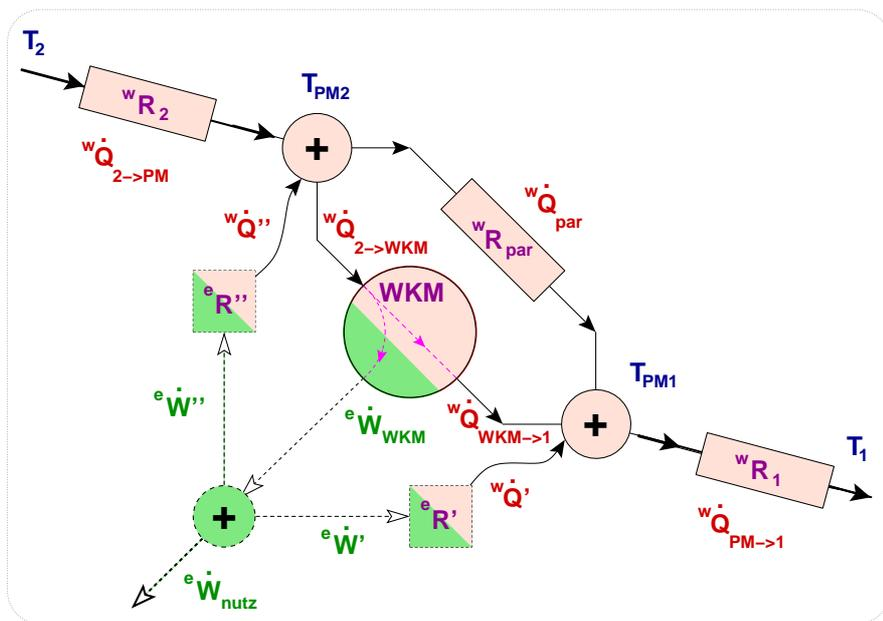

Abbildung 8:
**Wie groß ist** demnach die bei  $t=10 \text{ min}$  im Inneren des Moduls „verbratene“ elektrische Leistung? Weshalb nennt man die in  ${}^eR_{\text{Last}}$  umgesetzte Leistung *Nutzleistung* ( ${}^eW_{\text{nutz}}$  in Bild 8), die in  ${}^eR_{\text{innen}}$  umgesetzte hingegen *Verlustleistung*? Wie groß ist die per Seebeck-Effekt produzierte elektrische Leistung, und welche Bezeichnung trägt sie in Bild 8?
**G 8 Tragen Sie Energiestrom-Werte** an den passenden Stellen in das Bild 8 mit spitzem Bleistift ein. Es geht um Befunde zum Zeitpunkt  $t=10 \text{ min}$  aus den Aufgaben **G 2** ( ${}^eW_{\text{Last}}$ ) bis19 **G 11**. Die gemeinsame Maßeinheit  $[\text{W}\dot{Q}] = [{}^eW] = W$  nennen Sie in einer Legende (oben rechts).
**G 9 Identifizieren Sie in Ihren vorhandenen Daten die Thermospannung**  $U_{\text{TherMo}}$  des Peltier-Moduls bei  $t=20 \text{ min}$ . Berechnen Sie daraus zuerst die (Summen-) Thermokraft  $\alpha_{\text{TherMo}}$  des Moduls, anschließend die Thermokraft  $\alpha_{\text{ThPaar}}$  eines Thermopaars. Zu diesem Zweck orientieren Sie sich an Glchg. (14) und behaupten, so gut gerührt zu haben, dass die Temperaturen  $T_{\text{PM2}}$  und  $T_{\text{PM1}}$  am Modul mit den Wassertemperaturen  $T_2$  bzw.  $T_1$  übereinstimmen.
**Vergleichen Sie**  $\alpha_{\text{ThPaar}}$  mit dem *Modellwert* der Glchg. (8).
**G 10** Da ohnehin (14) ausgenutzt wurde, geht die Auswertung für  $t=10 \text{ min}$  weiter:
Aus  $\alpha_{\text{TherMo}}$  bestimmen Sie die Peltier-Koeffizienten  $\Pi_{\text{TherMo}}(T_2(10 \text{ min}))$  für die warme Seite des Moduls. Nun können Sie den vom elektrischen Stromfluss fortgetragenen **Peltier-Wärmestrom**  ${}^w\dot{Q}_{\text{Peltier}}(T_2(10 \text{ min}))$  **berechnen**; in Bild 8 heißt er  ${}^w\dot{Q}_{2 \rightarrow \text{WKM}}$ .
**G 14 (für anspruchsvolle Experten)** Anhand der Größen  $T_{\text{PM1}}$ ,  $T_{\text{PM2}}$ ,  $\alpha_{\text{Modul}}$ ,  ${}^eR_{\text{innen}}$ ,  ${}^eR_{\text{Last}}$  und  ${}^wR_{\text{par}}$  lassen sich alle in Bild 8 enthaltenen Energieströme berechnen. Die vorige Aufgabe **G 13** kann man also auch für den Zeitpunkt  $t = 20 \text{ min}$  konkret analysieren, nicht nur „schätzen“.
— Die letzte Seite 13 enthält Bild 7 und Bild 8 (zum Ausschneiden) —